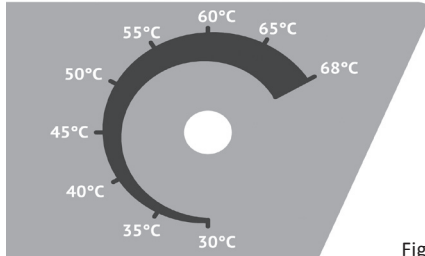

Fig. 1
Durch Schalten des Hauptschalters auf die Position (I) wird die Stromversorgung des Dörrgeräts eingeschaltet. Dadurch beginnt sich der Ventilator mit seiner maximalen Drehzahl zu drehen. Mithilfe des **Regelknopfes** (Abb. 1) können Sie nun nach Belieben die Betriebstemperatur in einem Bereich von 30°C bis 68°C regulieren. Über den **Regelknopf** kann die Temperatur des Luftflusses direkt am Thermostat eingestellt werden. Während des Betriebs ist jedes Mal ein „Klicken“ vernehmbar, wenn die Temperatur erreicht wird, die am Thermostat eingestellt wurde.